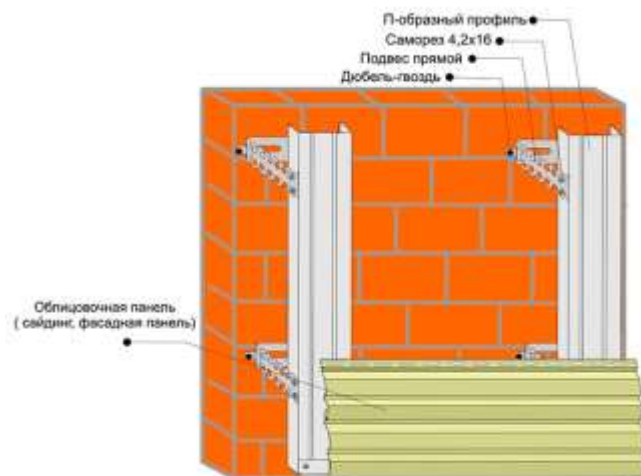

Рис.4 Монтаж начальной планки
- При горизонтальном исполнении, монтаж панелей ведется снизу вверх. Зацепите первую панель основанием за начальную планку (рис.4), закрепите саморезами (в случае деревянной обрешетки – гвоздями) верхний край панели, начиная от ее центра. Прежде чем крепить, убедитесь, что панель плотно захвачена в зацеп по всей длине. Устанавливайте саморез (гвоздь) в центр отверстия перфорации, но плотно не закрепляйте, оставляя зазор около 0,8 мм, для возможного теплового перемещения материала. Все последующие панели зацепляются за уже смонтированные (рис. 4) и закрепляются аналогично.